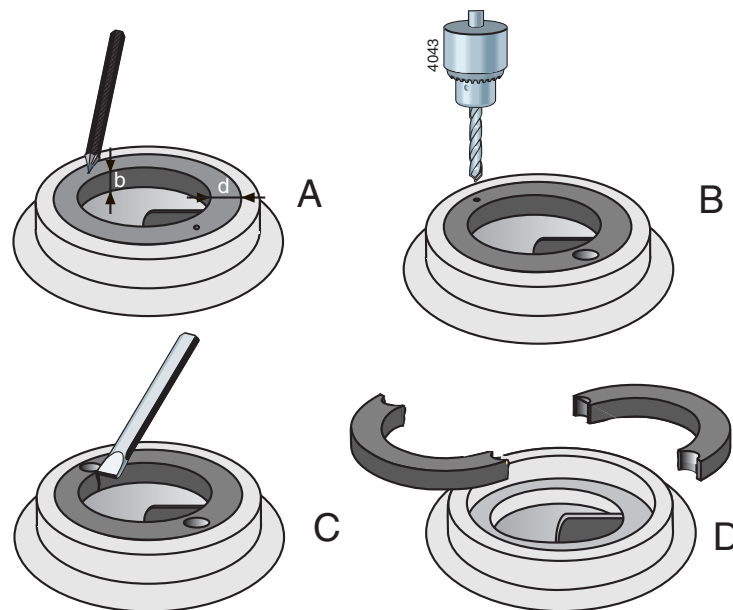

Figura 4: Desmontagem do anel de desgaste.
- 1 Meça a espessura (d) e a largura (b) do anel, consulte a figura 4 A.
- 2 Faça um orifício central no meio da orla do anel em dois pontos opostos, consulte a figura 4 B.
- 3 Utilize uma broca com um diâmetro ligeiramente mais pequeno que a espessura (d) do anel e faça dois furos no anel, consulte a figura 4 C. Não faça um furo com uma profundidade superior à largura (b) do anel. Tenha cuidado para não danificar a orla de instalação da caixa da bomba.
- 4 Utilize um cinzel para cortar a parte restante da espessura do anel. Agora, pode remover o anel da caixa da bomba em duas partes, consulte a figura 4 D.